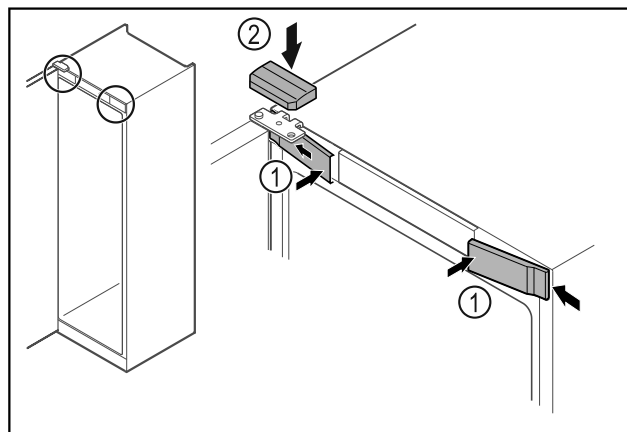

Fig. 68
- ▶ Accrocher les caches avant Fig. 68 (1) par les côtés et les enclencher.
- ▶ Insérer le cache supérieur Fig. 68 (2) par le haut.